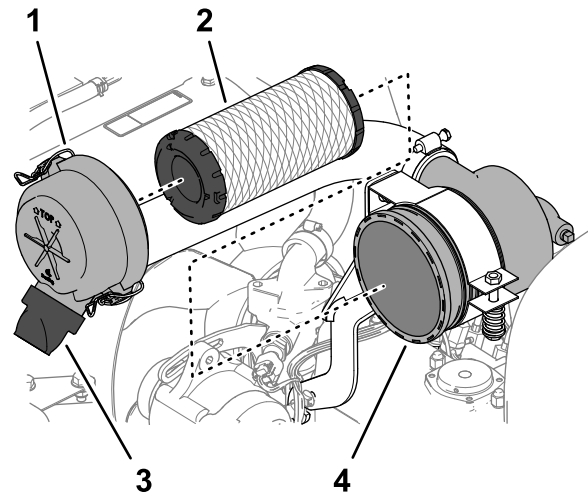

图 67
- 松开将空气滤清器盖固定到空气滤清器壳体上的门锁 图 67。
- 拆下滤清器滤芯 图 67。
- 从空气滤清器盖的灰尘弹射口上拆下橡胶排气阀 图 67。